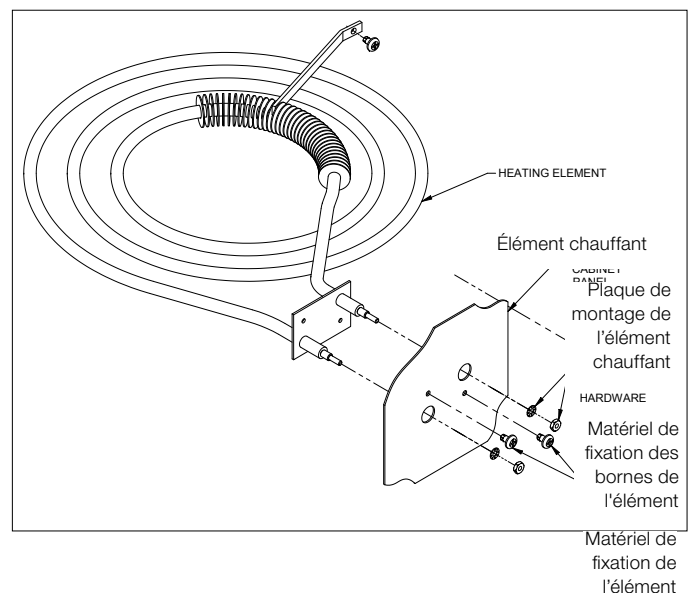

Figure 3 – Assemblage de l'élément chauffant
2. Installez les éléments chauffants de rechange fournis par le fabricant (voir Figure 3 – Assemblage de l'élément chauffant, page 24).